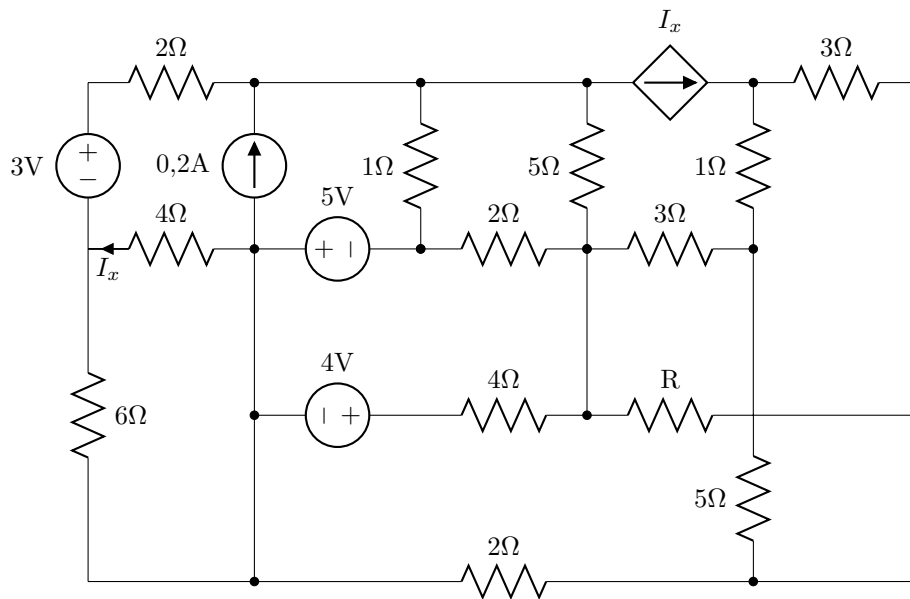

Figura 4.1: Circuito paralelo.
- a. Revise cada uno de los potenciómetros para comprobar el valor solicitado según la Figura 4.1. , tenga cuidado con ello.
- b. Arme el circuito de la Figura 4.1. sin la fuente de voltaje; utilizado un ohmímetro mida la resistencia equivalente que vería la fuente y compárela con la calculada anteriormente.